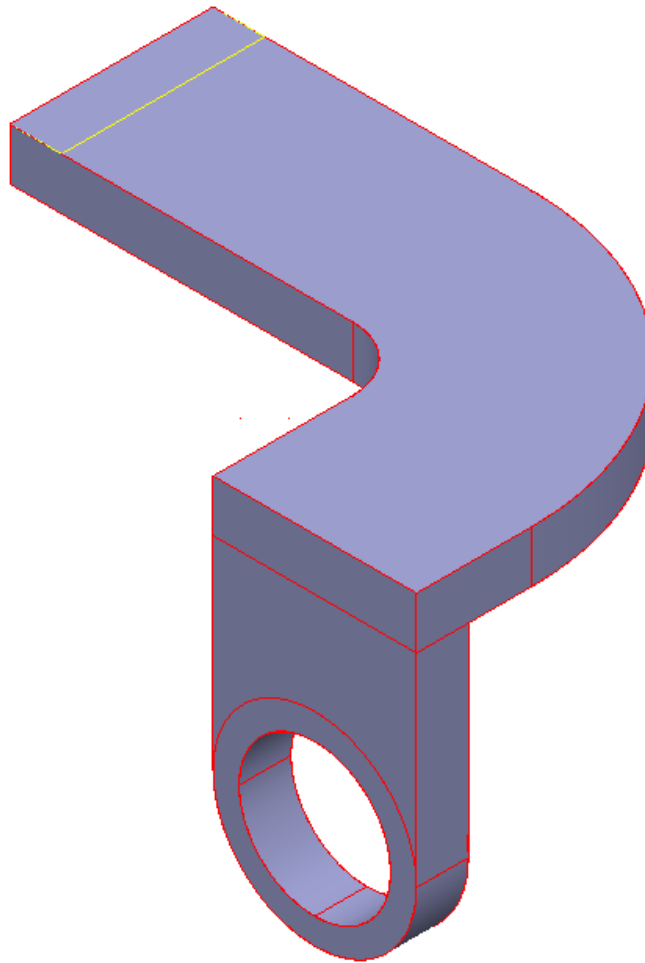

Figura 2.98 Rectángulo en extremo superior.
- Crear un rectángulo con líneas en el extremo superior de la forma L invertida con 13 mm de ancho (Figura 2.98).